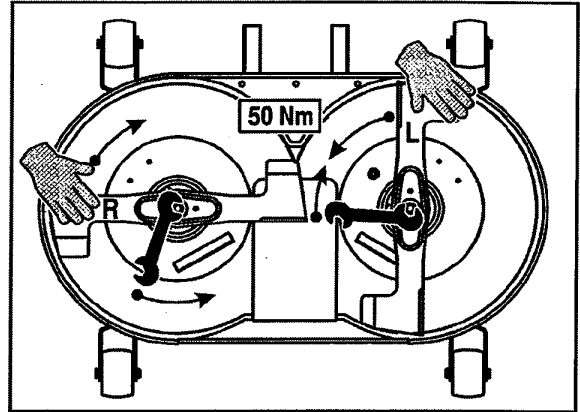

Fig. 32
Pour l'installation des goupilles de sécurité voir Fig. 32.
2. Lors du remplacement des lames, s'assurer de remonter les pièces dans le bon ordre, et de leur serrage, sous peine d'apparition de vibrations importantes (Voir fig. 32). Les déflecteurs doivent être sur la face supérieure. Sinon, les lames ne couperont pas.
GOUPILLES DE SECURITE (Fig. 32)